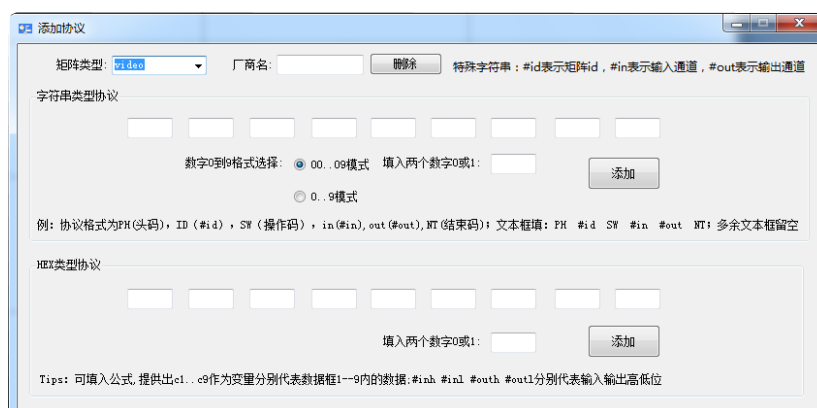

图 2.3.4 添加协议界面
- (7) 添加协议：添加协议请参考图 2.3.4。
4) 添加协议：点击矩阵设置界面的“添加协议”按钮，弹出“添加协议”界面，有两种添加模式：字符串类型的协议和 16 进制类型协议，如图 2.3.4 所示，矩阵协议添加详细说明请查阅 4.3 章节。